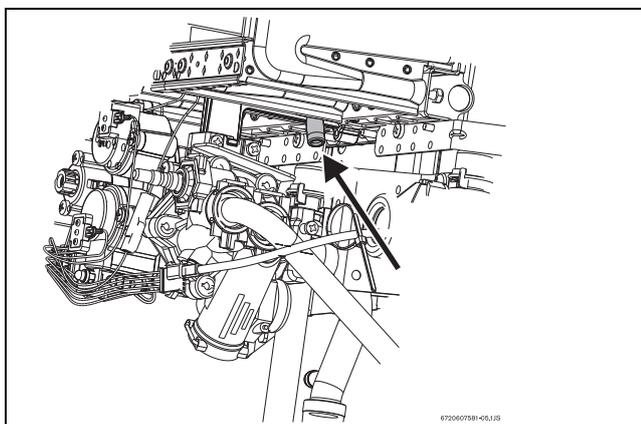

Fig. 14 Vis de pression
- ▶ Dévisser la vis de pression (fig. 14).